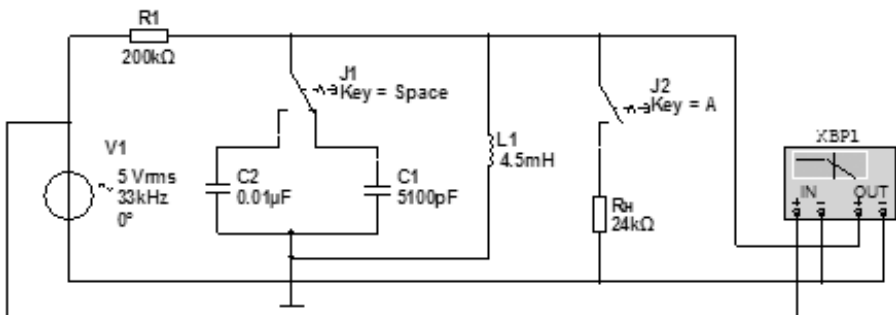

Рис. 7. Схема для исследований колебательного контура в режиме вынужденных колебаний при помощи плоттера Боде
2) Собрать схему, изображённую на рис. 7.
1) Собрать схему, изображённую на рис. 7.